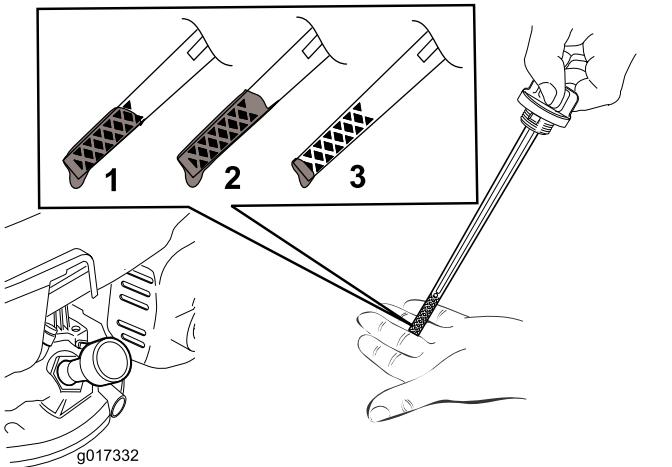

Figura 12
5. Para determinar o nível de óleo adequado na vareta, consulte a Figura 12.
Nota: Encha o cárter do motor com óleo até a vareta indicar que o nível de óleo do motor está correto, como indicado em Figura 12. Se encher demasiado o motor com óleo, retire o óleo em excesso, tal como indicado em Mudar o óleo do Motor.